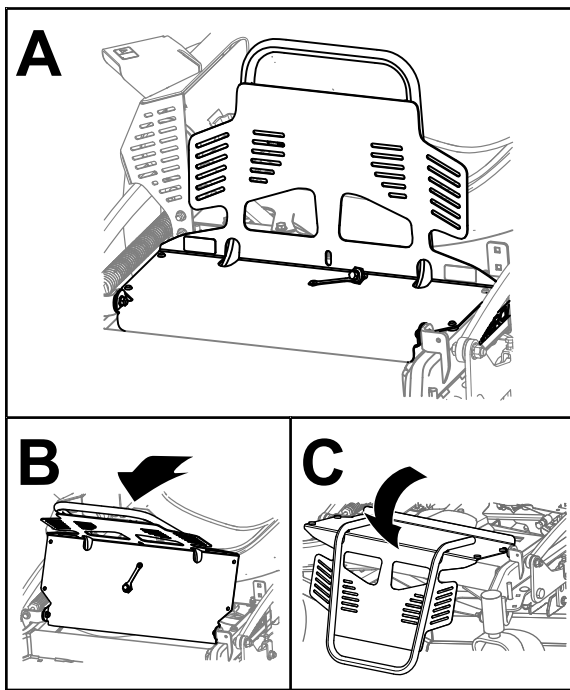

Figura 30
2. Ruotate in avanti la protezione del motore, come illustrato nella Figura 30.